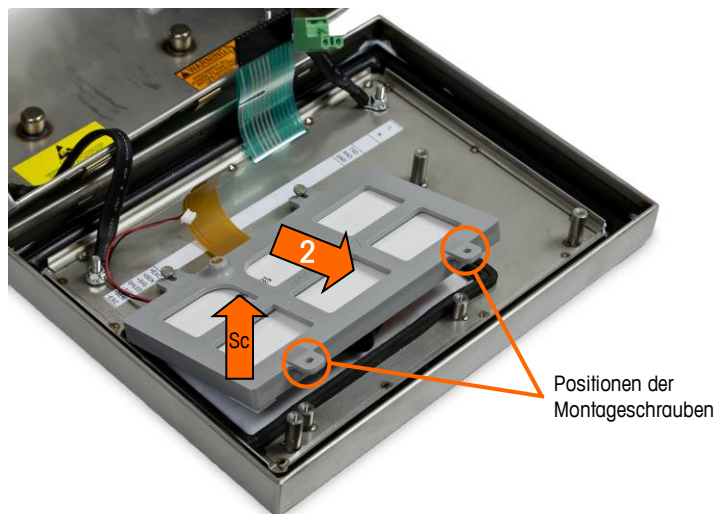

Abbildung 5-20: Montageschrauben des Display-Moduls
1. Schrauben Sie die zwei Schrauben, mit denen das Display-Modul am Gehäuse befestigt ist, ab. Die Schraubenpositionen sind in Abbildung 5-20 dargestellt.
3. Platzieren Sie das LCD-Display-Modul mit dem Display und Hinterleuchtungskabelbaum wie in Abbildung 5-20 dargestellt in die Display-Halterung.
6. Schrauben Sie die zwei Schrauben, mit denen das Display-Modul am Gehäuse befestigt ist, ein. Die Schrauben sind in Abbildung 5-20 dargestellt.